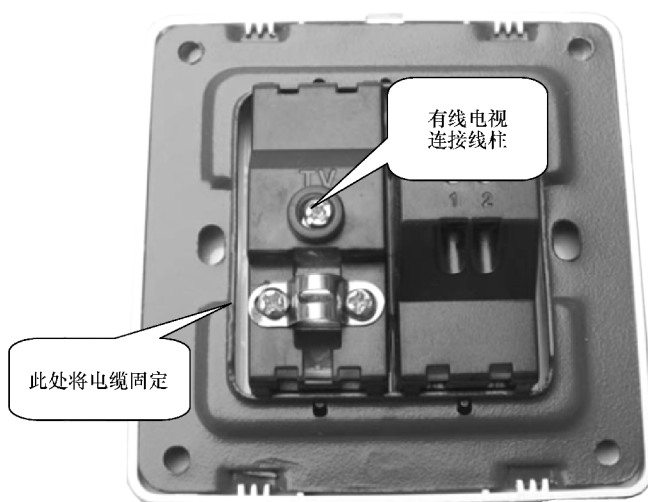

图 6-33 有线电视信息模块
2) 如图6-33所示,有线电视信息模块采用的是接线柱的连接形式,因此,只需要对同轴电缆进行简单的加工即可。